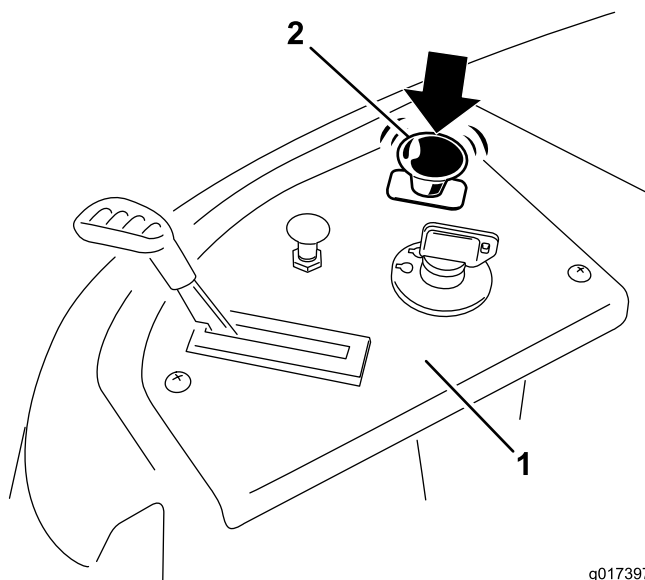

Figura 15
Presione hacia abajo del mando de control de las cuchillas para desplazarlo a la posición de Desengranado y desengranar las cuchillas (Figura 15).
3. Desengrane las cuchillas moviendo el mando de control de las cuchillas a Desengranado (Figura 15).